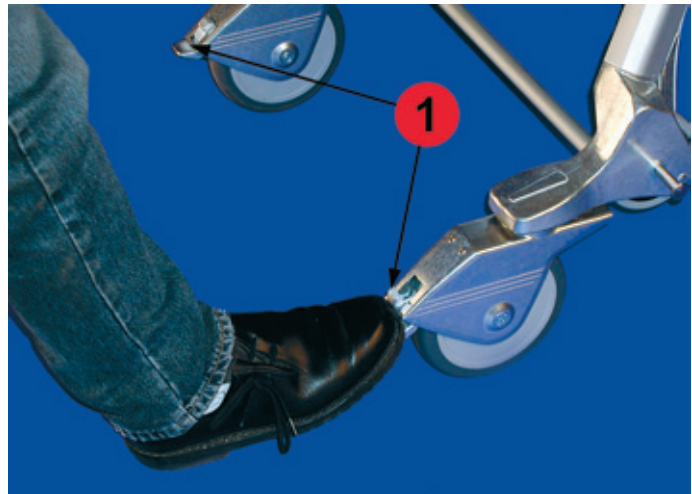

Bild 16
■ Mit Feststellbremse (Bild 16/1) Fahrzeuggestell gegen wegrollen sichern. (Die Feststellbremse hat bei Rollen \varnothing 160 und Rollen \varnothing 125 mm die gleiche Funktion)